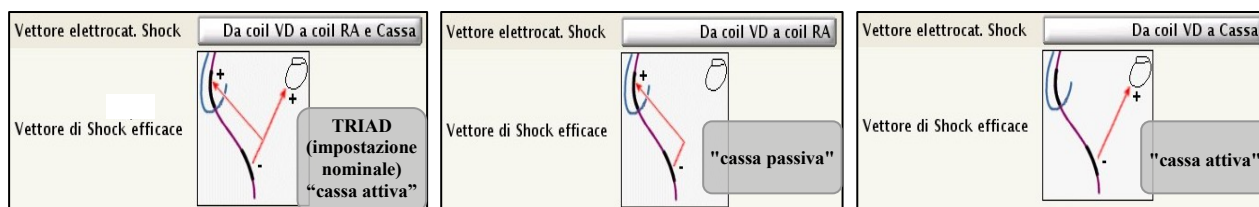

Figura 1. Configurazioni programmabili del vettore di shock per i dispositivi COGNIS e TELIGEN.
- **Selezionare un diverso vettore dell'elettrocattetero di shock ed effettuare il test per valutare le misurazioni di impedenza.** Il vettore dell'elettrocattetero di shock per i dispositivi COGNIS e TELIGEN può essere programmato in una delle tre configurazioni (Figura 1).